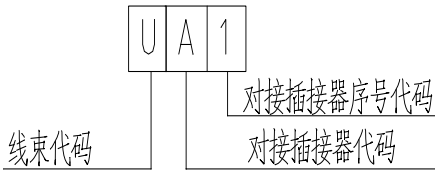

图 2
5.2.1.1 插接器的编号是以线束为基础，线束与线束上的对接插接器的编号以 3 位或 2 位代码表示，例如：前仓线束上与车身线束对接有多个插接器时，编号为 UA1、UA2……；反之车身线束上与前仓线束对接的插接器为 BA1、BA2……。前一位代码表示的插接器所属的线束，用英文缩写的第一个字母表示线束，后两位代码相同，表示两对接线束上各插接器的对应关系，各位代码的定义见图 2。如果该处的对接插接器只有一个时，后面的数字可以省约，其代码为两位表示，即 UA 或 BA。